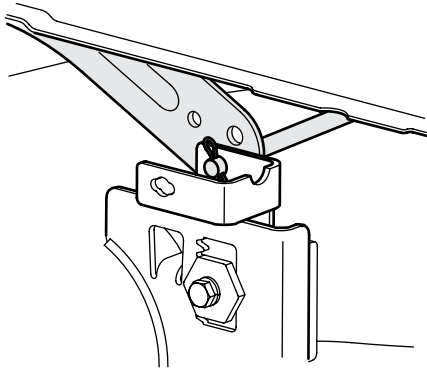

Figura 4-12
5. Mirando la plataforma de corte desde el lado izquierdo del tractor, ubique el pasador de chaveta que sujeta la varilla de soporte de la plataforma del lado posterior izquierdo de la plataforma. Consulte la Figura 4-12. Extraiga el pasador de chaveta que sujeta la varilla de soporte de la plataforma, y con cuidado saque el soporte de la plataforma del brazo de elevación de la plataforma.